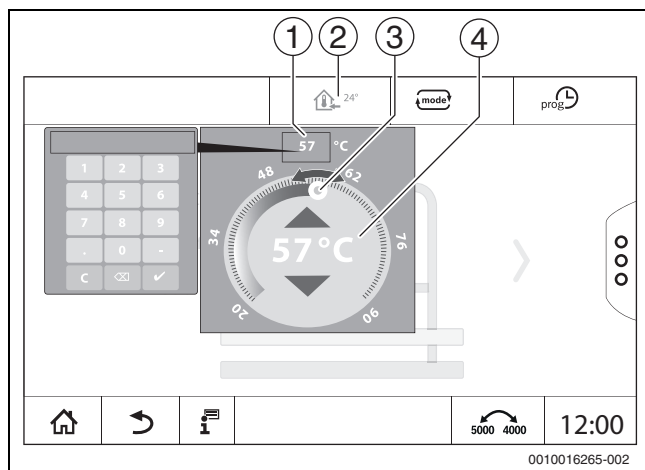

Bild 21 Temperatur einstellen (Beispiel)
- Temperatursymbol (→ Bild 21, [2]) antippen.
- Kreisförmigen Schieber (→ Bild 21, [3]) antippen, halten und auf die gewünschte Temperatur ziehen.
- Temperaturanzeige (→ Bild 21, [1]) antippen und über das sich öffnende Zahlenfeld die Temperatur eingeben.